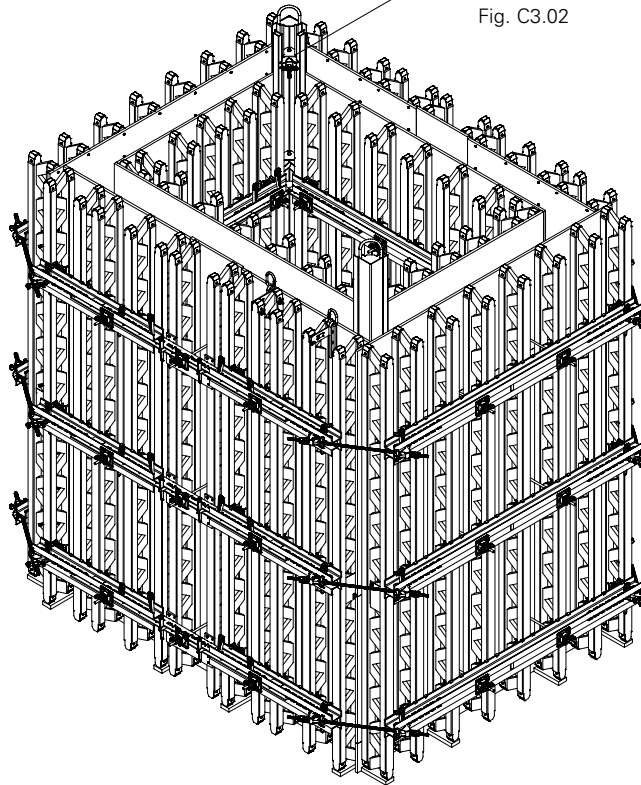

Fig. C3.01
3. Posizionare la cassaforma esterna, collegarla in diagonale e ancorarla con la griffa di serraggio, il tirante, il dado ad alette e il cuneo KZ. (Fig. C3.01)